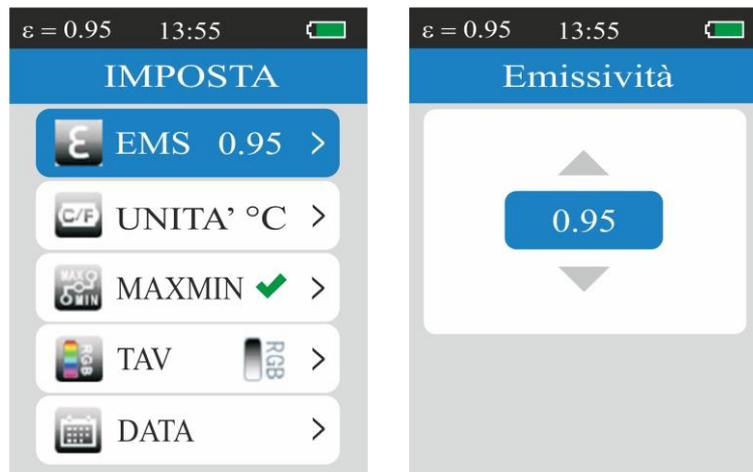

Fig. 6: Configuração da emissividade
1. Selecionar a opção “EMS” com os botões ▼ ou ▲ e premir o botão **Enter**. O ecrã da Fig. 6 – Parte direita é apresentado no display